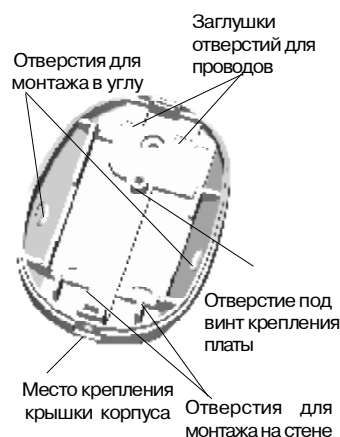

Рис. 2.
- Снимите крышку, вывернув при помощи отвертки винт, расположенный в нижней части основания извещателя (рис.2).
- Просверлите в основании извещателя отверстия (рис.2), которые будут использоваться для прокладки проводов и крепления извещателя.